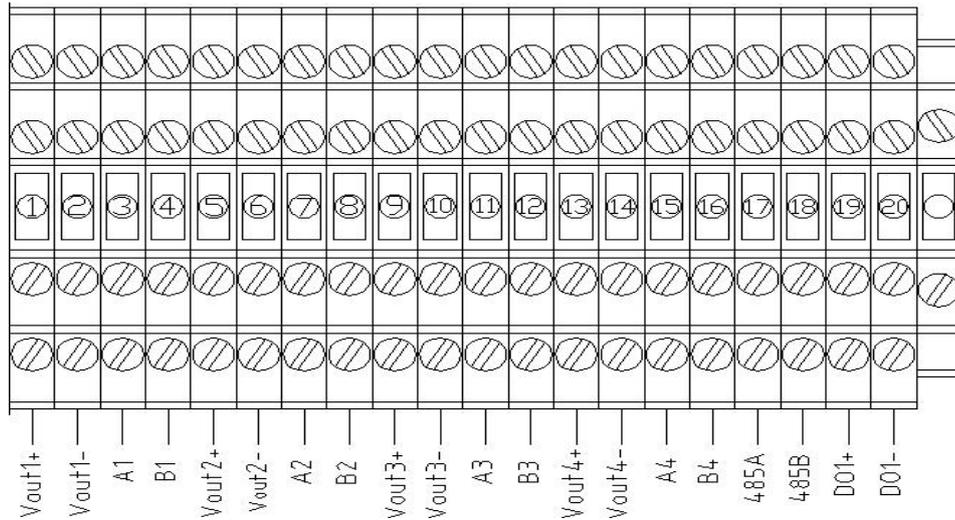

图 2
1) 监控设备接线端子置于主机柜内，有 20 个单排接线端子，其端子接线图如图 2 所示。